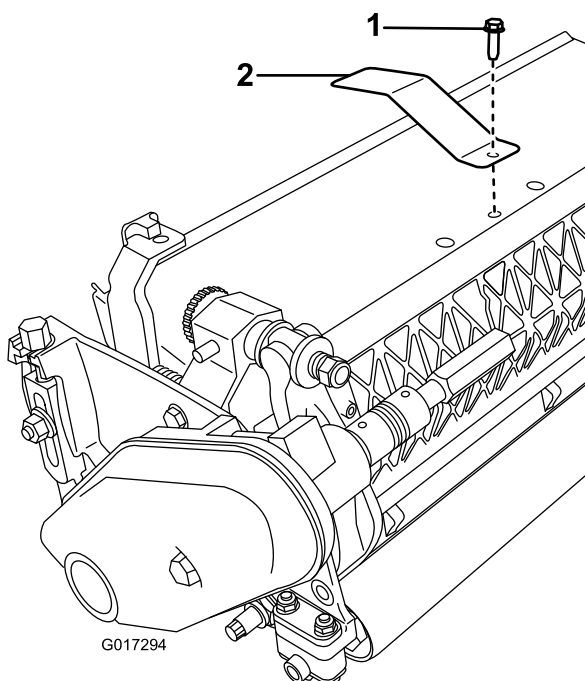

Figura 4
1. Remova o parafuso central do resguardo de relva (Figura 4).
2. Instale a placa alvo na parte superior da unidade de corte utilizando o parafuso que removeu previamente (Figura 4).